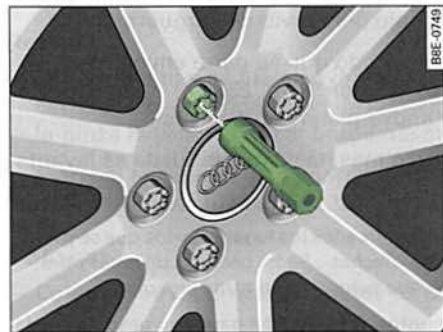

Fig. 236 Cambio de rueda: Útil de hexágono interior para girar los tornillos
- Desenrosque del todo el tornillo que se encuentra más arriba utilizando el **útil de hexágono interior** del mango del destornillador (herramientas del vehículo) y deposítelo sobre una superficie limpia ⇒ fig. 236.